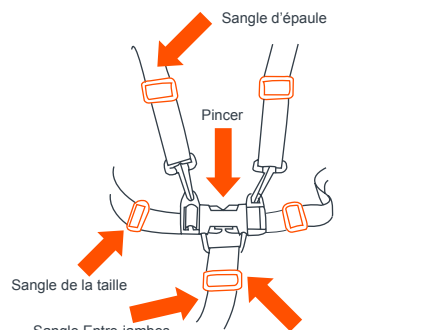

Fig. 13b
• Placer soigneusement l'enfant dans le siège de la poussette et tirer la ceinture de sécurité autour de la taille de l'enfant. Attacher l'entre-jambes entre les jambes de l'enfant. Insérer l'extrémité male de chaque ceinture de sécurité des épaules et de la taille dans la boucle de l'entre-jambes. Serrer la ceinture de sécurité pour qu'elle soit serrée mais confortable autour de la taille de l'enfant (Fig. 13b).